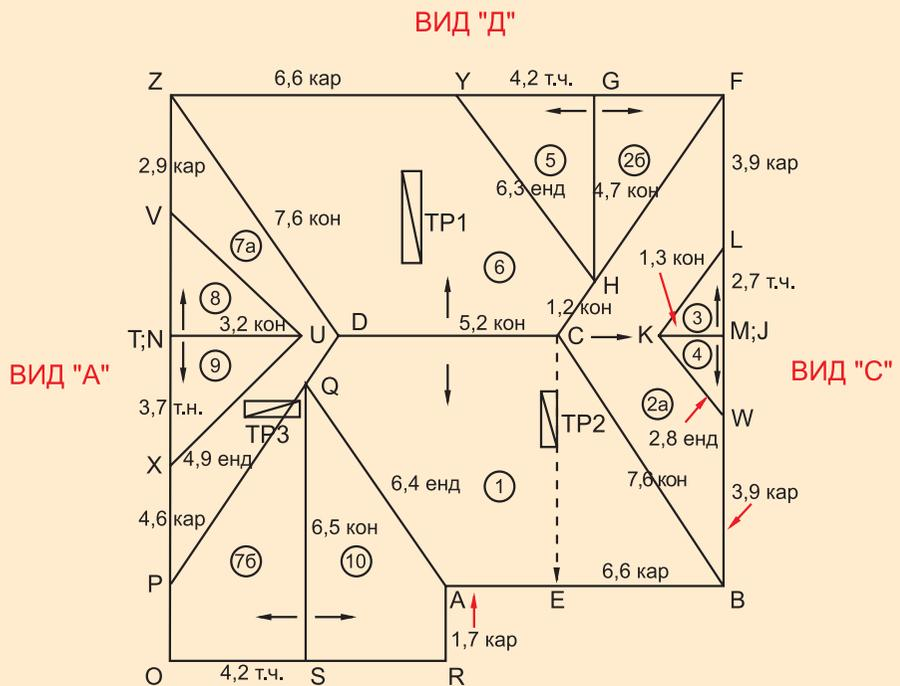
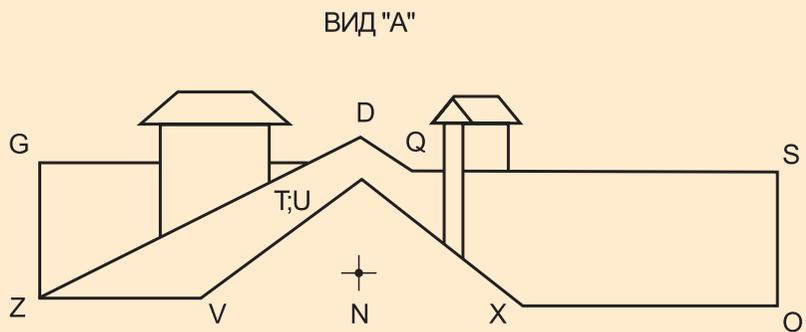
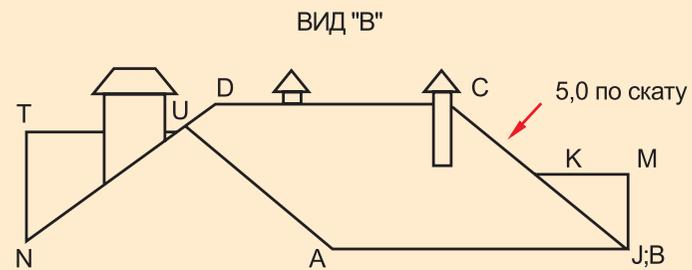
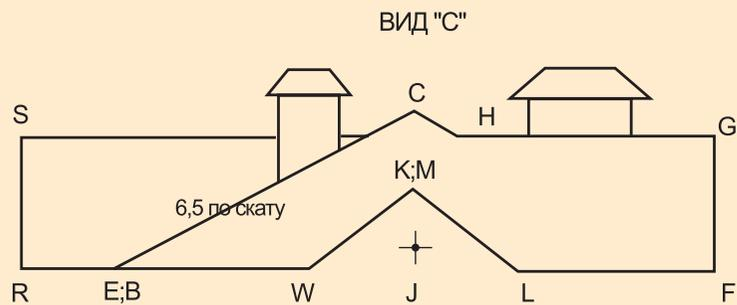

Рисунок 1
Рисунок 2
Рисунок 3
Рисунок 4
Вам будет необходим чертеж кровли аналогичный представленному нами на рис. 1. В идеальном варианте заказчик предоставит вам для расчета чертежи четырех фасадов рис.2, рис.3, рис.4, рис.5 и вид кровли сверху рис.1. В целом же для расчета достаточно или чертежей четырех фасадов или вид сверху кровли с проставленными отметками высот.
Ее можно легко решить, мысленно разбив кровлю на составляющие ее прямоугольники, треугольники и трапеции. Так, к примеру, кровля, показанная на рис. 1, состоит из десяти элементов. Одной трапеции (10), пяти треугольников (3,4,5,8,9) и четырех многоугольников (1,2,6,7), которые мы тоже можем разделить на стандартные геометрические фигуры. Скат 2 мысленно делится на 2 треугольника 2а и 2б, где 2б идентичен скату 5. Скат 7 делится также на 2 треугольника 7а и 7б, где 7б идентичен скату 10. Скат 1 и 6 принимаем за параллелограммы. Имея 4 вида фасадов и вид сверху кровли, определите, какой вид фасада с какой стороны кровли расположен. На нашем примере это виды: А, В, С, D.